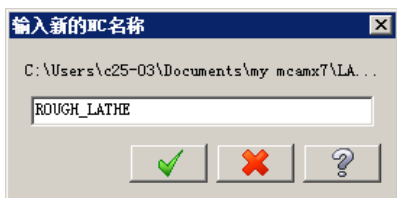

图 13.2.10 “输入新 NC 名称”对话框
Step1. 选择下拉菜单 **刀具路径(T)** → **粗车(R)** 命令，系统弹出图 13.2.10 所示的“输入新的 NC 名称”对话框，采用系统默认的 NC 名称，单击 按钮，系统弹出“串连选项”对话框。